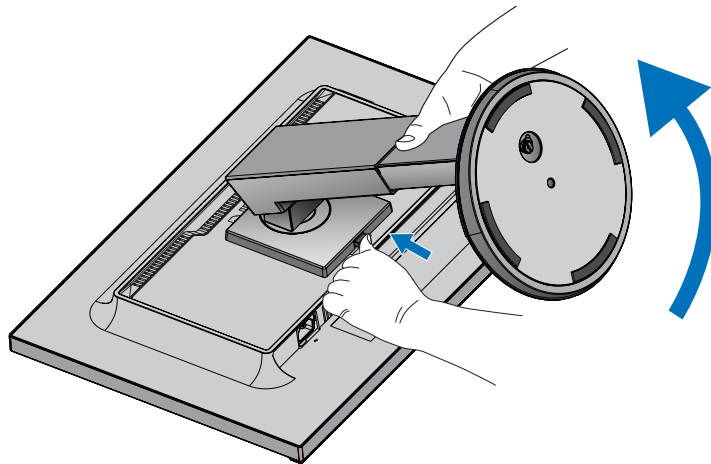

Figure S.1
3. Placez le moniteur face vers le bas sur une surface non abrasive (**Figure S.1**).
4. Placez une main autour de la base et l'autre sur le bouton de dégagement rapide. Appuyez sur le bouton de dégagement rapide et tournez-le dans la direction indiquée par la flèche (**Figure S.1**).
5. Soulevez le support pour le décrocher du moniteur (**Figure S.1**).